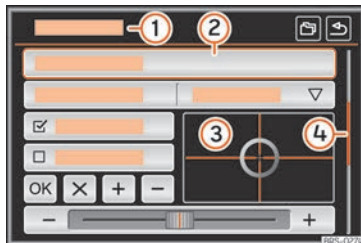

Fig. 204 Panoramica di alcuni dei tasti di funzione dello schermo.
Con i tasti di funzione si attivano delle funzioni oppure si accede a dei sottomenu. Nella barra del titolo dei sottomenu appare il menu selezionato **» fig. 204 ①** nel momento specifico.